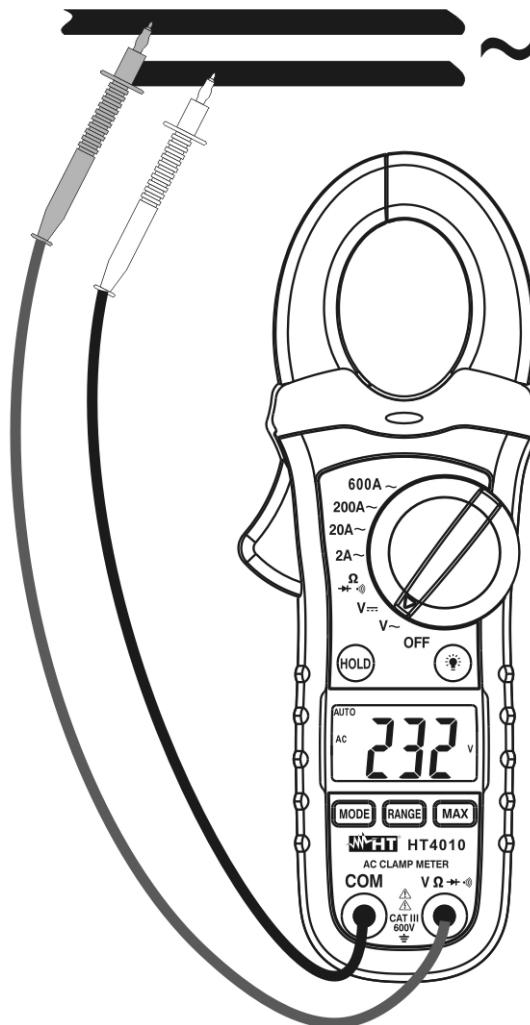

Fig. 3: Uso de la pinza en medida de Tensión CA
4. Inserte las puntas de prueba en los terminales, la punta roja en el terminal “**VΩ $\blacktriangleright\!\!\!$** ” y la punta negra en el terminal **COM** (ver Fig. 3)
5. Inserte las dos puntas de prueba en el punto deseado del circuito (ver Fig. 3), luego el instrumento mostrará el resultado